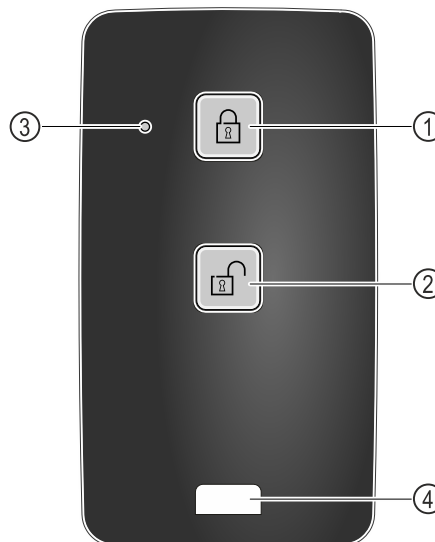

Fig. 219
- (1) 上锁
- (2) 解锁
- (3) 状态 LED
- (4) 固定孔眼
- ▶ 按下遥控器上的按键 Fig. 219 (1)。
- ▶ 按下遥控器上的按键 Fig. 219 (2)。
- ▶ 状态 LED Fig. 219 (3) 在按下按键时给出视觉反馈。
- ▶ 孔眼 Fig. 219 (4) 用于固定遥控器，例如固定在钥匙串上。